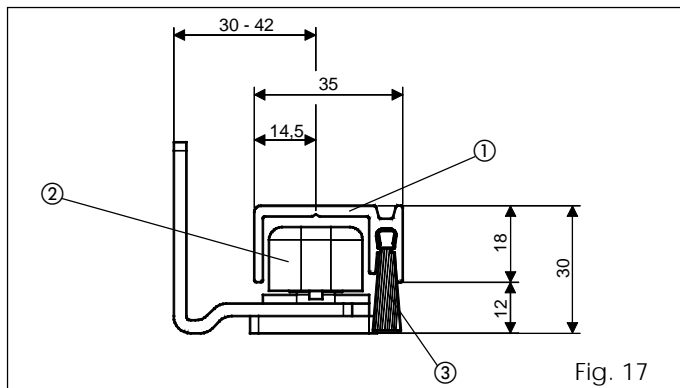
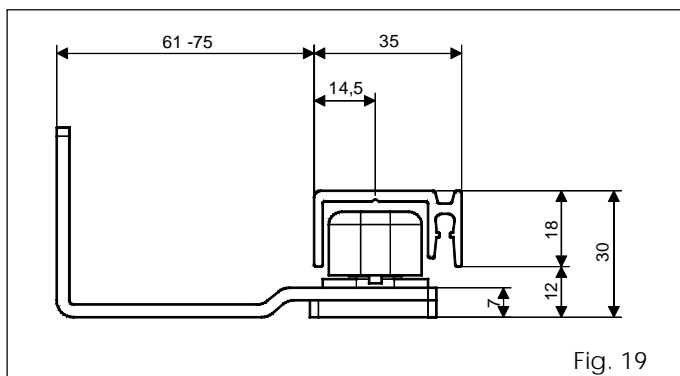

Fig. 17
Fig. 19
• Ensamble los patines considerando las cotas indicadas en la fig. 17 y fig. 19.
Para la versión autoportante se aconseja utilizar el patin de la fig. 19.